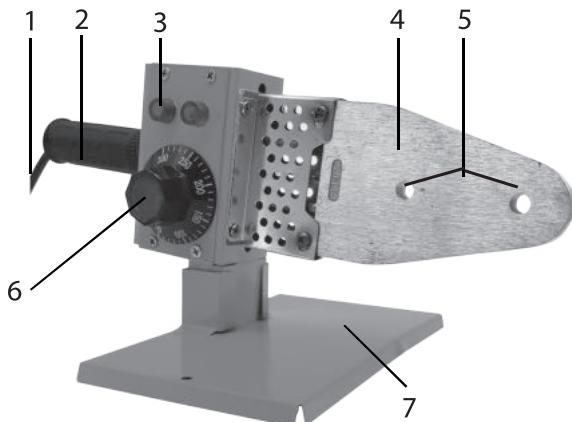

Рис.1
## УСТРОЙСТВО (Рис. 1)
- 3.1. Из кейса извлеките аппарат АСПТ и установите его на подставку (8), как показано на Рис.1.